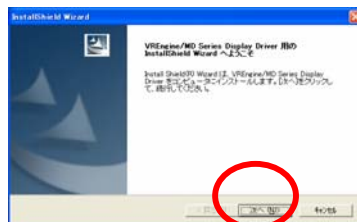

図 4.1-2 InstallShield Wizard
- (4) 図 4.1-2のダイアログが表示されます。**{次へ(N)}**をクリックします。